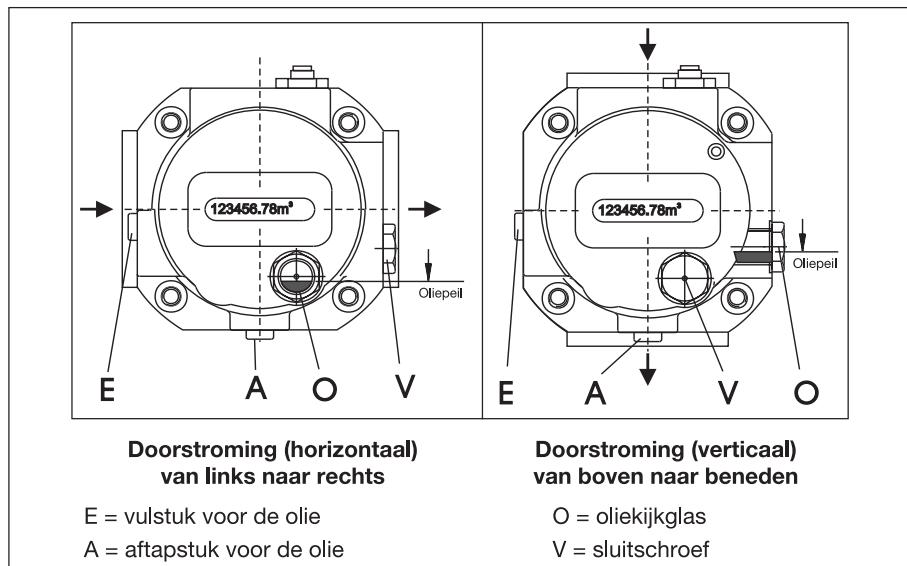

Fig. 8: Horizontale en verticale inbouwpositie, vullen met olie en oliepeilweergave, **type RVG-ST**
- Bij **horizontale doorstroming** staan er twee olielopeningen E of V ter beschikking. De aftapopening A bevindt zich op het laagste punt. Het oliekijkglas O bevindt zich aan de voorkant van de meter onder het telwerk (fig. 8 links).
- Bij **verticale doorstroming** staat alleen olielopening E ter beschikking. De aftapopening A bevindt zich op het laagste punt. Het oliekijkglas is nu rechts op het voorste deksel van de behuizing ondergebracht (fig. 8 rechts).